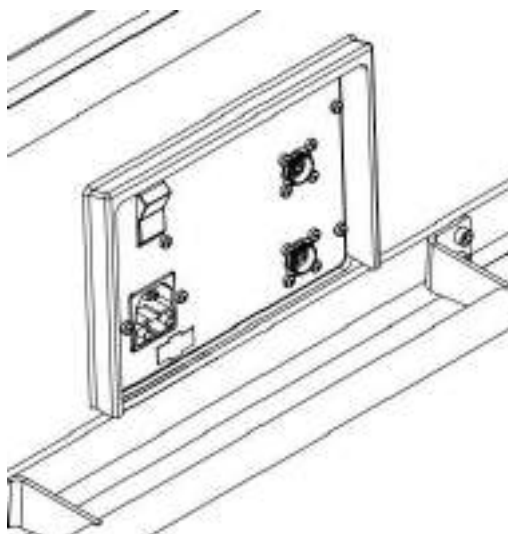

Figura 216 – Porta fusível – MC2 / MC3
- Retire a tampa para ter acesso ao fusível, conforme figura 216.